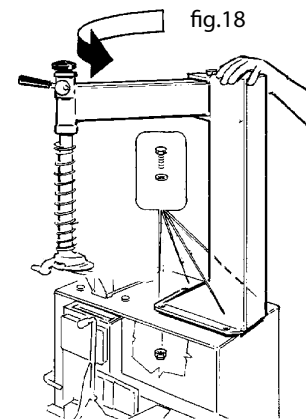

fig.18
Fissare il palo al cassone (fig.18) con le viti contenute nella scatola degli accessori in dotazione:
- Fix the column to the machine body (fig. 18) using the screws contained in the accessories box:
Fixer la potence à la carcasse (fig.18) avec les vis contenues dans la boîte des accessoires en dotation:
Die Tragsäule mit den mitgelieferten Schrauben (Schachtel Standardzubehör) auf dem Gehäuse festschrauben (Abb. 18).
Fije la columna a la caja (fig. 18), con los tornillos contenidos en la caja de los accesorios de equipamiento.